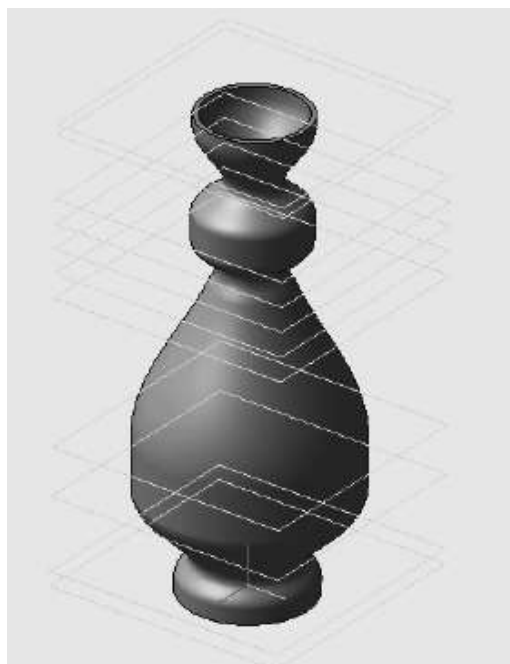

Рис. 8.15. созданный объект
-  – создайте объект (рис. 8.15).